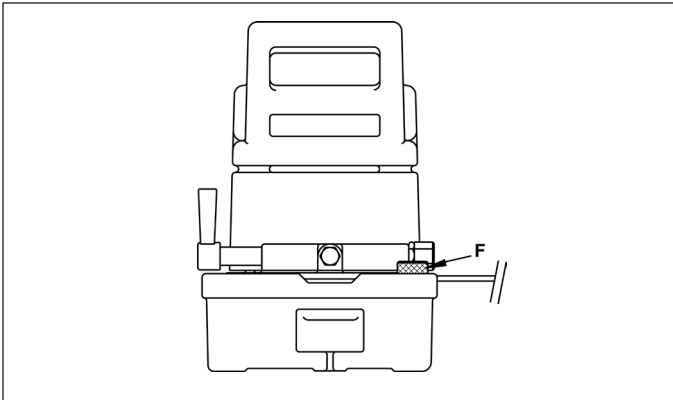

Figura 6
4.3 Adición de aceite (Figura 6)